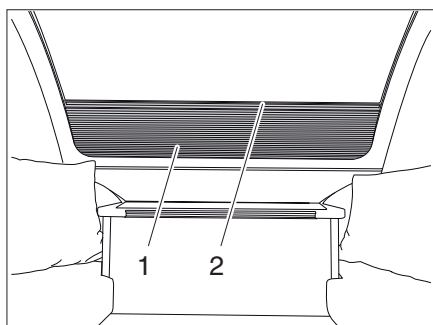

Fig. 42 Store occultant de la fenêtre avant
- Tirer le store occultant vers le haut au niveau de l'encoche (Fig. 42,2).
- Tirer le store occultant (Fig. 42,1) vers le bas au niveau de l'encoche (Fig. 42,2).